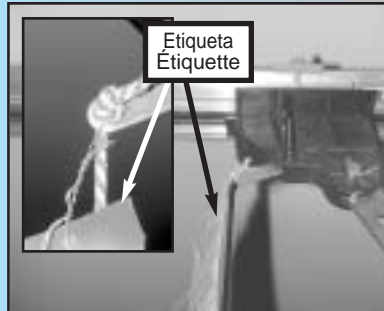

Fig. 1-18
- Ate un segundo nudo en este extremo. **Fig. 1-18.**
- Faire un deuxième nœud à cette extrémité. **Fig. 1-18.**